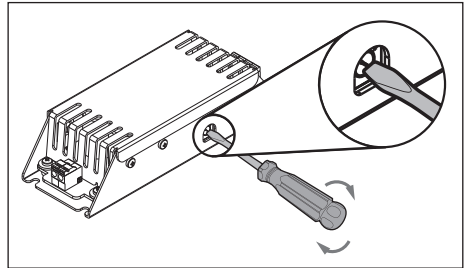

Figura 1. Giro del cuadrante con el destornillador
- Jandy®: Serie J (1)
- Hayward® Industries: Serie H (2)
- Pentair® Water Pool and Spa, Inc.: Serie P (3)
- Con un destornillador de cabeza plana, gire el cuadrante del lado del adaptador LED Smart Sync al número correspondiente para la serie que desea seleccionar (consulte el adhesivo en el adaptador LED). Consulte la *Figura 1*.